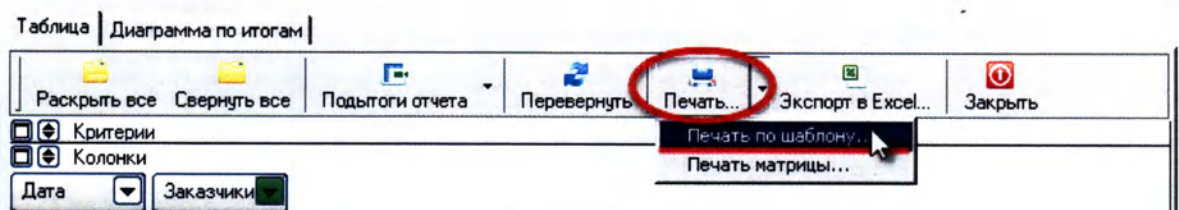

Рисунок 15.23
11. Чтобы распечатать отчет по шаблону, нажмите кнопку «Печать» → «Печать по шаблону» (Рисунок 15.23):